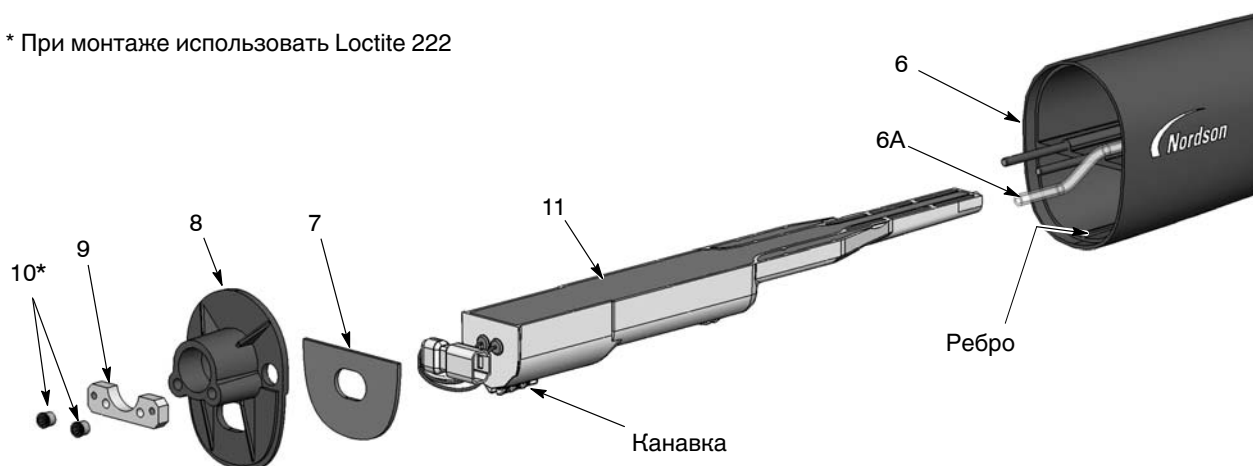

Рис. 7-14 Распылитель для монтажа на штанге, разборка, 2 из 3
4. См. рис. 7-14. Ключом-шестигранником на 1/8 дюйма отвернуть две гайки с шестигранным шлицем (10) и снять пластину винтов (9) с перегородки (8). Затем снять перегородку с корпуса распылителя (6), пропуская провода питания сквозь перегородку.
5. Извлечь блок питания (11) из корпуса распылителя.
7. Прокладка (7) закреплена на перегородке с помощью контактного клея. Если прокладка повреждена, заменить ее на новую.
1. См. рис. 7-14. Вставить блок питания (11) в корпус распылителя (6), убедившись, что ребро в корпусе вошло в канавку на блоке питания. Плотно посадить блок питания в корпус распылителя.
2. Пропустить провода питания сквозь перегородку, а затем поставить перегородку (8) и пластину винтов (9) на шпильки корпуса распылителя. Нанести Loctite 222 на гайки с шестигранным шлицем (10), а затем накрутить гайки на шпильки и затянуть моментом 0,45 Н•м (64 дюйм-унц.), используя ключ-шестигранник на 1/8 дюйма.